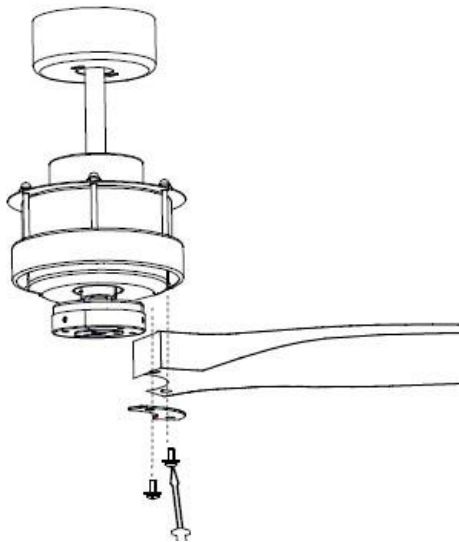

Fig. 8
- Ασφαλίστε τα πτερύγια περνώντας τις 2 βίδες από το 'κίτ πτερυγιών' και τα πτερύγια, βιδώστε πάνω στον ηλεκτροκινητήρα . Fig.8